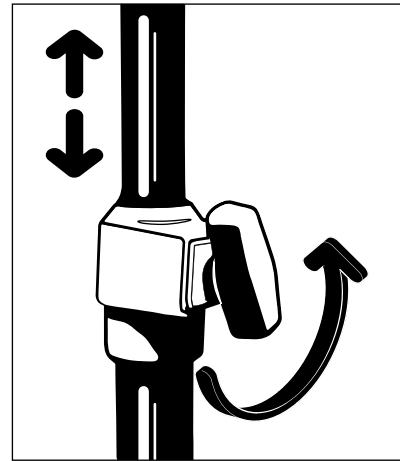

图 24 – 调节静脉输液架
1. 逆时针旋转伸缩旋钮以解锁静脉输液架（图 24）。
4. 顺时针旋转伸缩旋钮以锁定静脉输液架（图 24）。